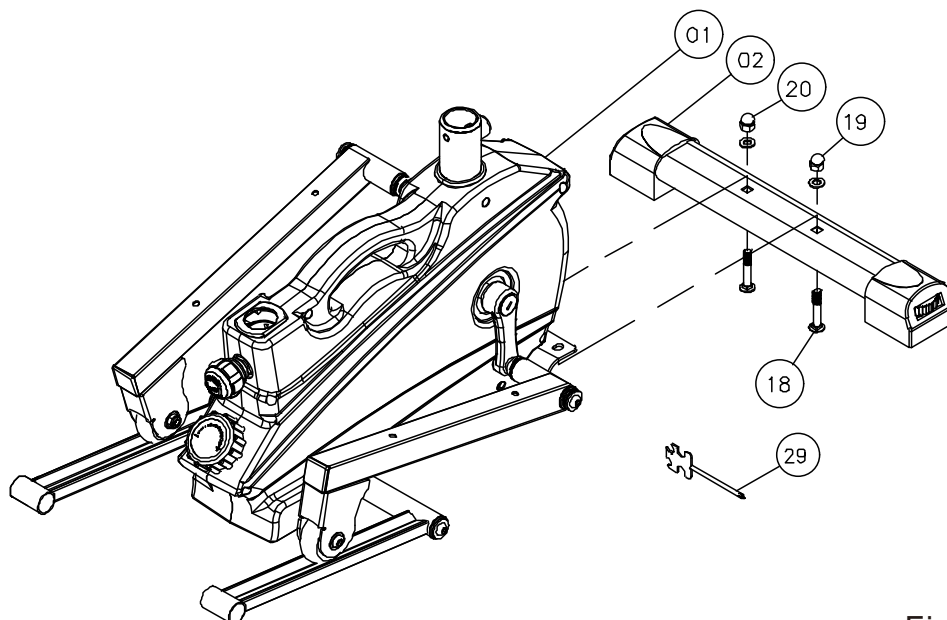

Figura 1
1. Fissare insieme l'Assieme del Telaio Principale (N. 01) e il Gruppo del Tubo del Piede (N. 02) utilizzando 2 Viti a Cartello N. 18, 2 Rondelle Piatte N. 19, 2 Dadi Esagonali N. 20. Come mostrato nella Figura 1: